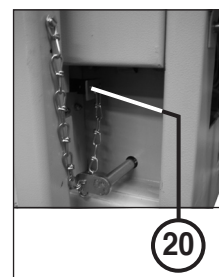

Abb. 8
- 20 = Endschalterverriegelung (Abb. 8)
2. Das Kettenende der dem Verdichter beigelegten Endschalterverriegelung (20) am Shredder-Untergestelles (21) in der dafür vorgesehenen Bohrung befestigen (Abb. 8).
3. Den Betätiger (Spezialschlüssel) der Endschalterverriegelung (20) in den Endschalter am Verdichter einstecken (Abb. 8).
a) **Leuchtet** auf, wenn der Anschlußstecker des Verdichters **nicht** in der Steckdose (19) am Shredder eingesteckt ist. Gleichzeitig **blinkt** die Kontroll-Anzeige (5).
b) **Leuchtet** auf, wenn der Betätiger der Endschalterverriegelung (20) **nicht** im Endschalter am Verdichter eingesteckt ist (Abb. 8).
c) **Leuchtet** auf, wenn die Einfüllklappe (24) oder die Ausstosssklappe (25) **nicht** geschlossen ist.
d) **Leuchtet** auf, wenn der Raum innerhalb des Trichters (16) wegen eines Rückstaus in der Einfüllöffnung des Verdichters vollständig mit Schnittgut gefüllt ist und die Anlage durch die angehobene Abdeckklappe (17) abgeschaltet worden ist. Näheres siehe unter der Rubrik „RÜCKSTAU AUSLAUF“.